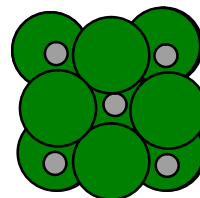

Figure 3
- superposer ensuite les trois montages(figure 3)